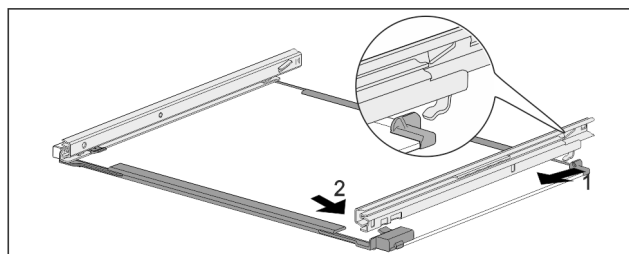

Fig. 206 Skleněná deska s kolejničkami
- ▶ Zahákněte kolejničku vzadu. Fig. 206 (1)
- ▶ Zaklapněte kolejničku vpředu. Fig. 206 (2)